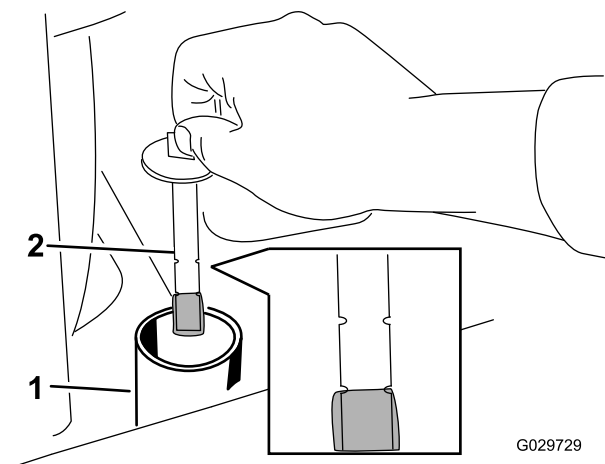

Figura 59
6. Togliete il tappo del serbatoio idraulico e l'asta di livello (Figura 59).